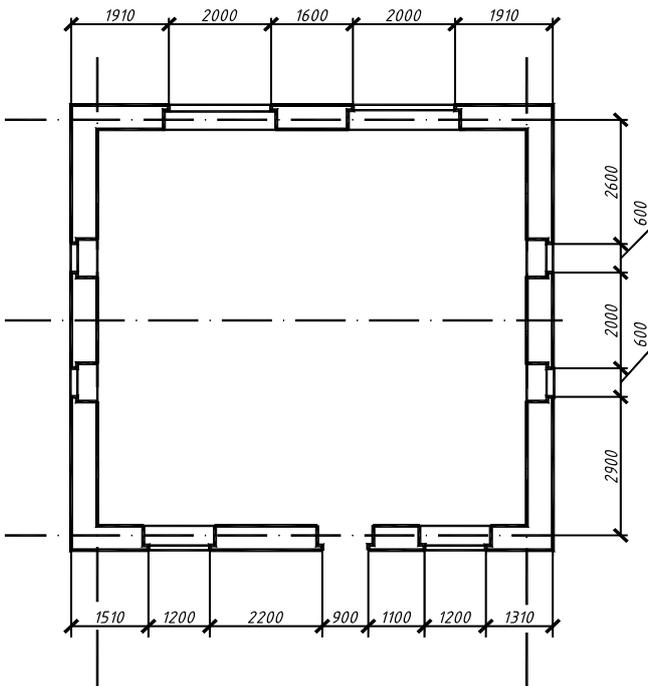

Рис.3 - Проемы
3. Используя команду «РЗМЛИНЕЙНЫЙ (_DIMLINEAR)», нанести внешние размерные цепочки. Используя команду «ПЛИНИЯ (_PLINE)» и «КОПИРОВАТЬ (_COPY)», вставить контур внешних оконных и дверных проёмов. Используя команду «РАЗОРВАТЬ (_BREAK)» или «ОБРЕЗАТЬ (_TRIM)», вырезать внешние оконные и дверные проёмы и заполнить их тонкими линиями (командой «ОТРЕЗОК (_LINE)») (рис.3).